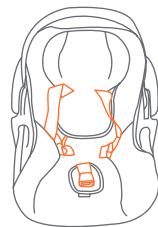

Fig. 35-1
3. Coloque el Asiento de Seguridad en una superficie firme y nivelada. Mueva la manija de transporte a la posición de no mecerse. Afloje los Tirantes del Arnés jalando los tirantes mientras presiona sobre el Botón de Ajuste del Arnés ubicado bajo la almohadilla justo enfrente de la hebilla. Desabroche el Broche de Pecho del Arnés. Desenganche los Tirantes del Arnés y tiéndalos sobre el respaldo del Asiento ó a los lados del Asiento de Seguridad. (Fig. 35-1)